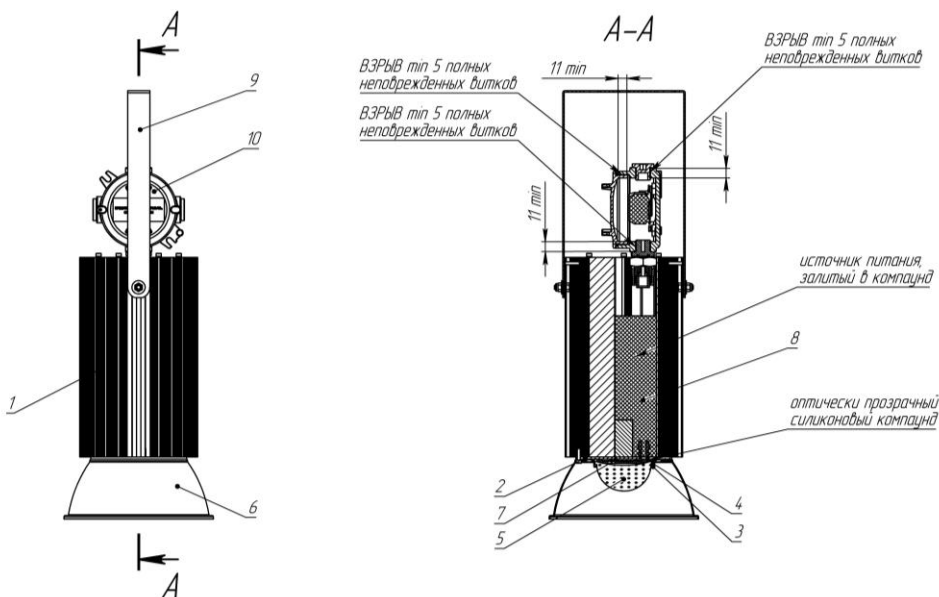

Рис.1
5.1 Внешний вид светильника представлен на рис. 1